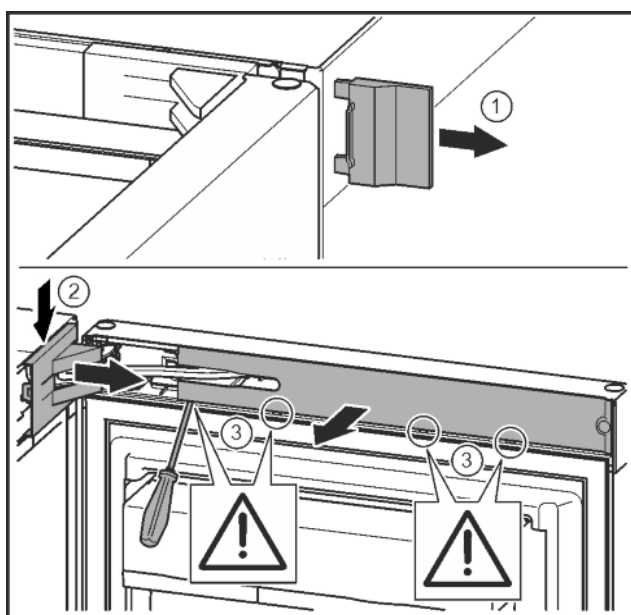

Fig. 10
- Zdjąć zewnętrzną osłonę. *Fig. 10 (1)*
- Wyczepić i poluzować osłonę płytki zawiasu. Zdjąć osłonę płytki zawiasu. *Fig. 10 (2)*
- Przy pomocy śrubokręta wyczepić zaślepkę i odchylić w bok. *Fig. 10 (3)*